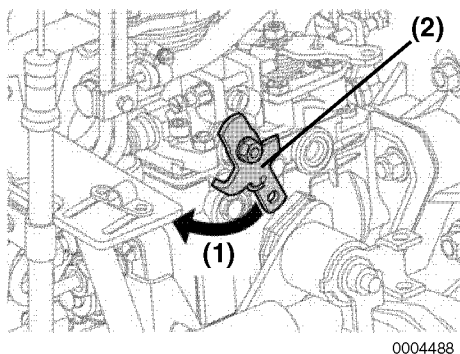

Figura 21
Opere o arranque enquanto move e segura (**Figura 21, (1)**) a alavanca de passos (**Figura 21, (2)**) no regulador para parar o fluxo de combustível.